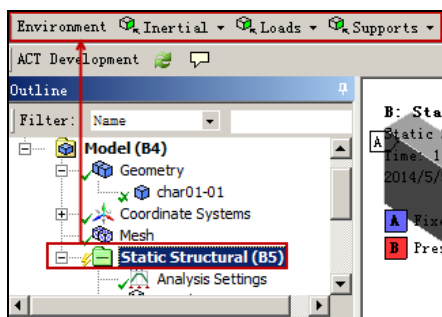

图 1-40 Environment 工具栏
- 步骤 01** 选择 Mechanical 界面左侧 Outline (分析树) 中的 Static Structural (B5) 选项, 此时会出现如图 1-40 所示的 Environment 工具栏。